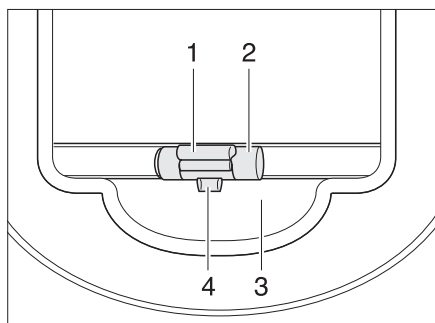

Fig. 25 Persiana oscurecedora enrollable
- Tirar del asidero (Fig. 25,2) de la persiana oscurecedora enrollable hacia abajo y dejar que engatille.
- Tirar del asidero (Fig. 25,2) de la persiana oscurecedora enrollable ligeramente hacia abajo y presionar el listón de desbloqueo (Fig. 25,1) hacia fuera. El bloqueo (Fig. 25,4) se libera del alojamiento (Fig. 25,3).